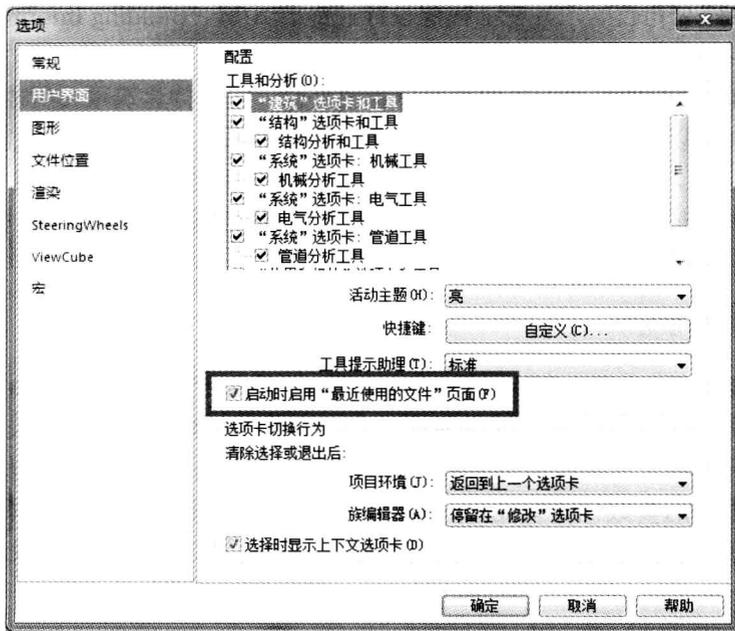

图 1-1
1) 启动 Revit，单击左上角“应用程序菜单”按钮，在菜单中选择位于右下角的“选项”按钮，在“用户界面”对话框，如图 1-1 所示。